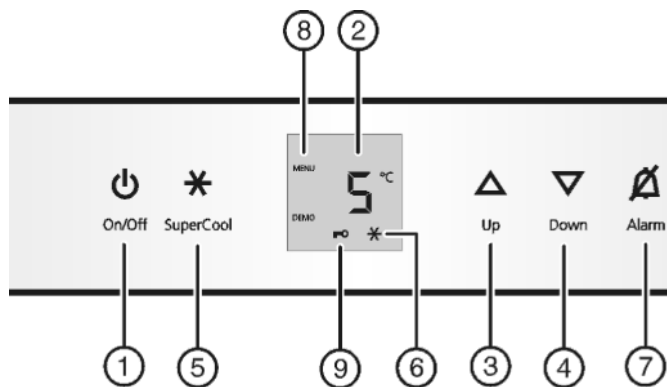

Fig. 2
- ▶ Stiskněte tlačítko On/Off Fig. 2 (1).
- ▶ Aktivace režimu nastavování: Stiskněte tlačítko SuperCool Fig. 2 (5) asi na 5 sekund.
- ▷ Symbol Menu Fig. 2 (8) svítí.
- ▶ Pro zapnutí dětské pojistky krátce stiskněte tlačítko SuperCool Fig. 2 (5).
- ▶ Pro vypnutí dětské pojistky krátce stiskněte tlačítko SuperCool Fig. 2 (5).
- ▷ Symbol dětské pojistky Fig. 2 (9) svítí. Na displeji bliká **c**.
- ▷ Symbol dětské pojistky Fig. 2 (9) zhasne. Na displeji bliká **c**.
- ▶ Ukončení režimu nastavení: Stiskněte tlačítko On/Off Fig. 2 (1).
- ▶ Stiskněte tlačítko Alarm Fig. 2 (7).
- ▶ Nastavení vyšší teploty: Stiskněte seřizovací tlačítko Up Fig. 2 (3).
- ▶ Nastavení nižší teploty: Stiskněte seřizovací tlačítko Down Fig. 2 (4).
- ▶ Krátce stiskněte tlačítko SuperCool Fig. 2 (5).
- ▷ Symbol SuperCool Fig. 2 (6) na ukazateli svítí.
- ▷ Symbol SuperCool Fig. 2 (6) na ukazateli zhasne.